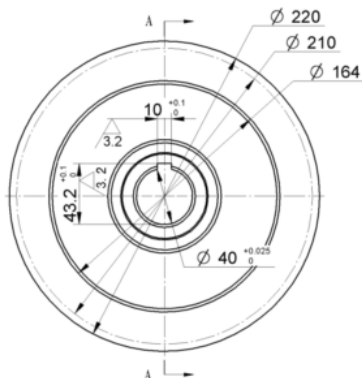
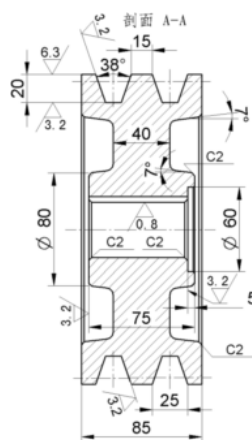

图 10.1.36 标注表面粗糙度 2
图 10.1.37 标注表面粗糙度 3
Step4. 参照 Step1~ Step3 的操作步骤标注主视图其余表面粗糙度和全剖视图 A-A 的表面粗糙度, 结果如图 10.1.36 和图 10.1.37 所示。